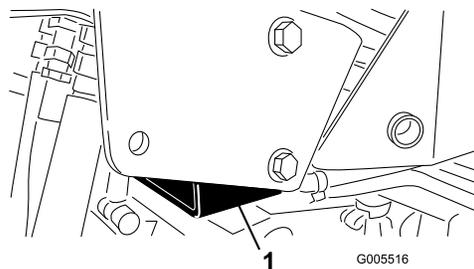

図 34
- 右側ジャッキパッド部分と、ROPS横転保護バーのサポートブラケットの近く 図 34。